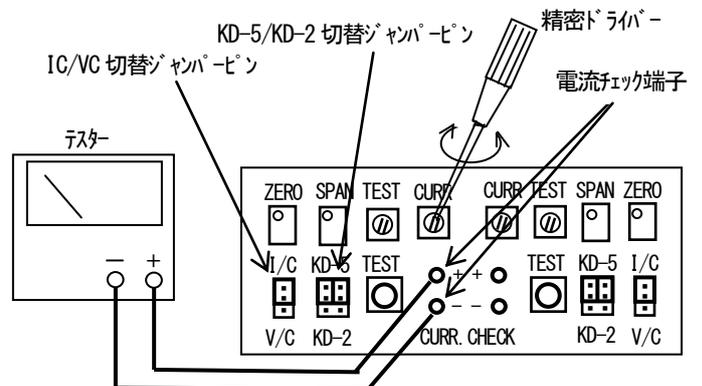

図 12. センサ電流調整要領
2) KD-5/KD-2 切替ジャンパーピン (図 12 参照)
3) I/C/V/C 切替ジャンパーピン (図 12 参照)